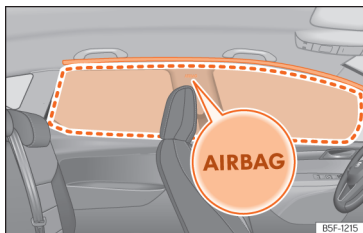

Fig. 30 Localização e raio de alcance do airbag da cabeça.
Os airbags da cabeça estão localizados de ambos os lados do habitáculo, por cima das portas »» **Fig. 30** e estão assinalados pelo logo «AIRBAG».
Ao ativar-se, o airbag da cabeça ocupa a zona assinalada (raio de alcance) »» **Fig. 30**. Por este motivo, nunca se deverá colocar ou fixar objetos nesta zona »» ⚠.
- Assegure-se de que as crianças viajam sentadas corretamente nas suas cadeiras e não colocam a cabeça na zona de insuflação dos airbags para a cabeça »» **Fig. 30**, uma vez que, se os airbags disparassem, estes poderiam bater-lhes e causar-lhes lesões graves.